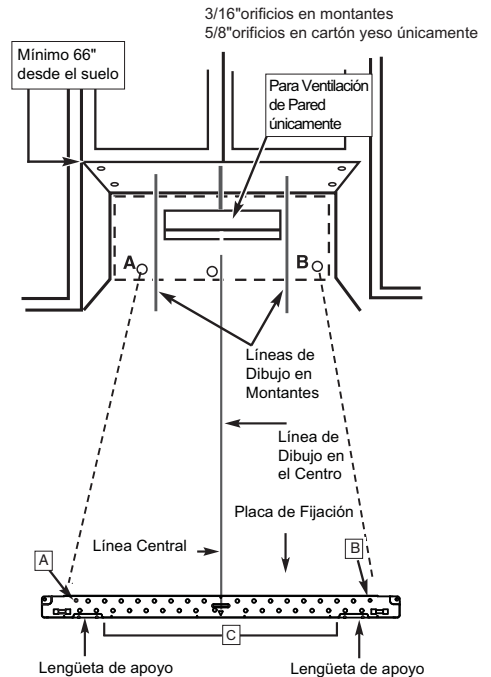

Ilustración 30
Estos agujeros deben ser utilizados para la sujeción. Si no se utilizan los orificios, la instalación no será segura. El instalador debe utilizar estos agujeros para la correcta instalación. Consultar Ilustración 30.
1. Levantar con cuidado el horno microondas y colgarlo en las lengüetas de apoyo (Consultar Ilustración 30) en la parte inferior de la placa de sujeción. Alcanzando a través del armario superior, cable de alimentación del hilo